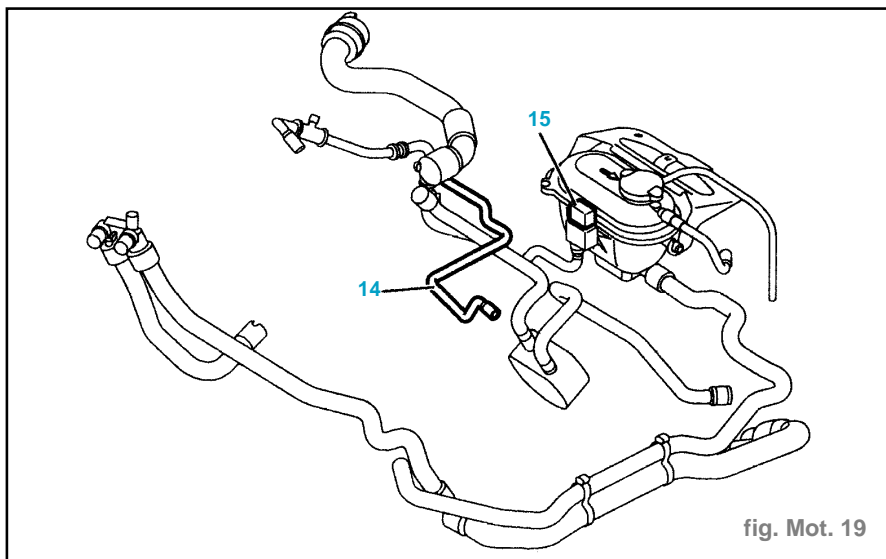

fig. Mot. 19
- Le circuit de refroidissement comporte les particularités suivantes : (fig. Mot. 19)
- un deuxième tuyau de dégazage culasse (14),
- une sonde de niveau d'eau (15) sur la boîte de dégazage.